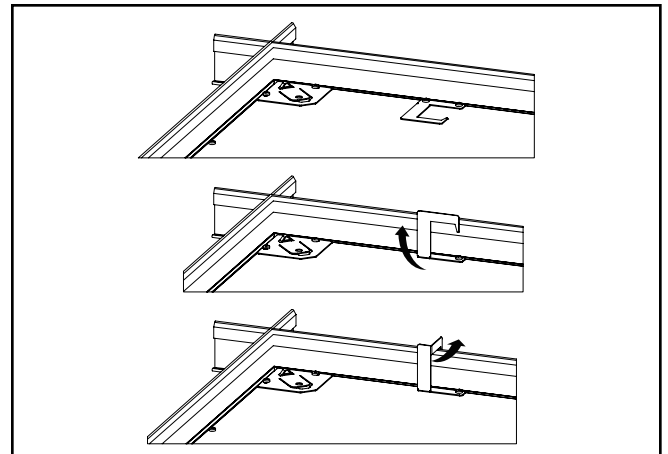

Figure 4.
6. Les brides de grille sont fournies afin de mieux le retenir au système de plafond. Orientez 4 languettes à l'arrière du luminaire par-dessus la grille en T en les pliant vers le haut à 90 degrés et perpendiculaires à l'arrière du luminaire. Ensuite, pliez les languettes à 90 degrés vers le cadre de la grille en T. (Figure 4.)